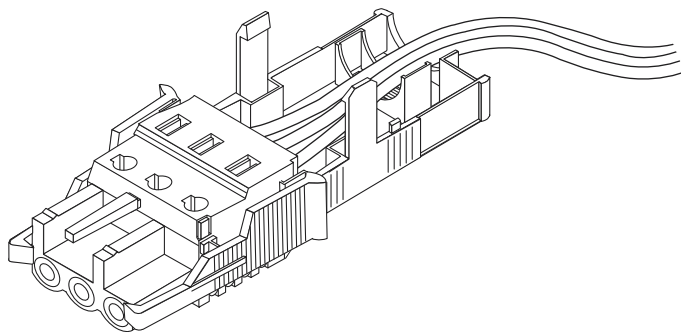

图 5-7 从松紧式缆线架底部引出电线
2. 通过松紧式缆线架底部末端的开口，从直流电源引出三根电线（图 5-7）。